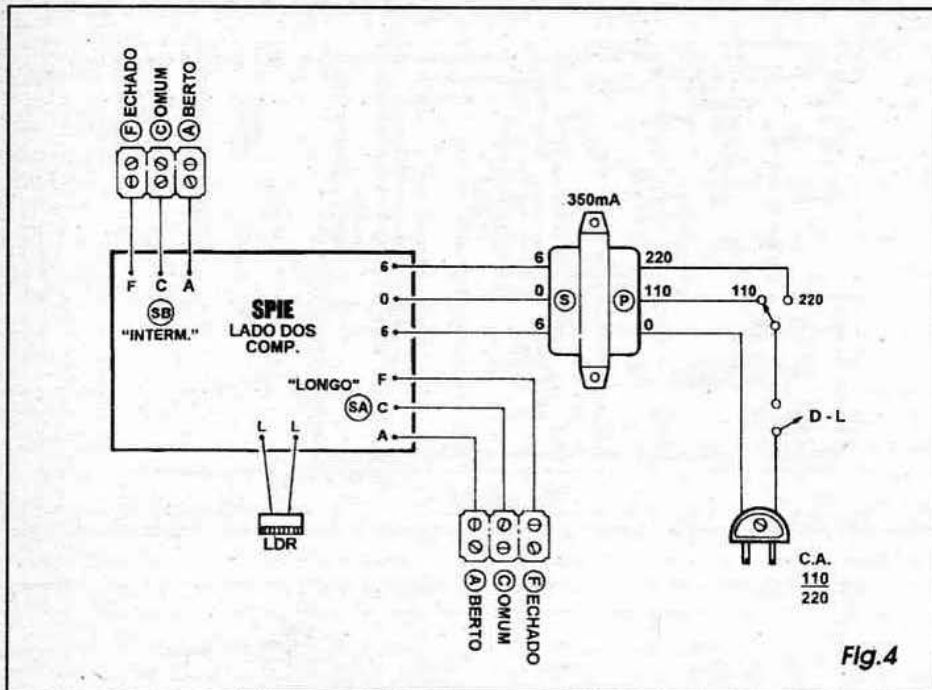
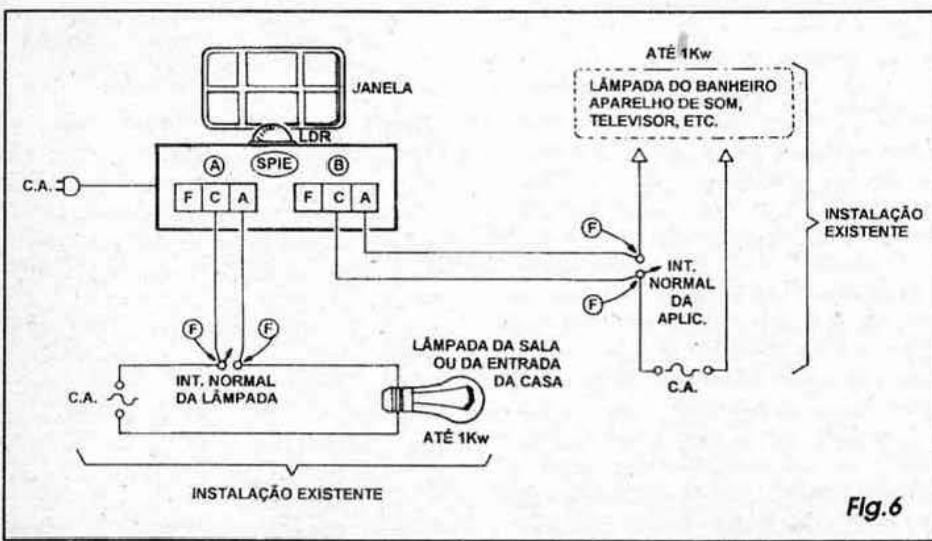

Fig.4
Fig.6
- FIG. 4 - CONEXÕES EXTERNAS À PLACA - Ainda vista pelo seu lado dos componentes, a placa agora traz as indicações claras de suas ligações externas, feitas *do impresso para fora*... Observar os pontos L-L para ligação dos terminais (não polarizados) do LDR, lembrando que - dependendo da instalação/acomodação pretendida - este foto-sensor *pode* ficar afastado do impresso, ligado aos respectivos pontos por um par de fios finos isolados... Notar as ligações do trafo à placa (*secundário* aos respectivos pontos 6-0-6) e às chaves e *rabicho*... Finalmente, observar com atenção as conexões das saídas (SA e SB), usando *trincas* de elementos parafusáveis tipo *Sindal*, devidamente
- FIG. 6 - DIAGRAMA DE INSTALAÇÃO BÁSICA ... - O leitor/hobbysta já terá notado que embora a idéia básica seja utilizar apenas os contatos C e NA dois dois relês na função interruptora convencional às cargas controladas, na verdade optamos por disponibilizar, em ambos os relês, todos os seus três contatos operacionais, com o que funções mais complexas, e mesmo inversas (desligar cargas controladas, durante as temporizações ativas do circuito...) poderão também ser implementadas... Contudo, dentro da idéia original, a instalação básica do SPIE deverá obedecer à disposição da figura: o dispositivo poderá ficar junto a uma janela que dê acesso permanente à luminosidade externa, de modo a corretamente identificar o dia e a noite que *correm lá fora*. Também convém que próximo ao local haja uma tomada de C.A., para conexão do rabicho (cabo de força), necessária à alimentação do circuito. Os bornes C-A da saída SA devem ser ligados (por cabos isolados no necessário comprimento) aos terminais do interruptor original da lâmpada da entrada da casa (ou da sala de estar, ou de qualquer cômodo frontal do imóvel...). Já os terminais C-A da saída SB devem ser ligados aos polos do interruptor da lâmpada do banheiro, de um hall de serviço, ou ainda controlar qualquer outro aparelho desejado (conforme sugestões já dadas...), um televisor, um rádio, etc.. Notar que em ambas as aplicações, nenhuma alteração precisará ser feita nas instalações já existentes na casa, facilitando bastante o acoplamento e o controle a serem realizados pelo SPIE... As únicas conexões a fazer são as indicadas pelas setas, codificadas com a letra F... Lembrar que qualquer das cargas controladas pode apresentar uma potência final de até 1 KW (pra mais de metro, portanto...) sem problemas, devido aos parâmetros dos contatos dos relês utilizados...
Na versão básica da instalação, tudo no esquema elétrico original da casa fica como está, com o SPIE controlando aparelhos, lâmpadas já existentes e instaladas... Entretanto, também é possível dotar o SPIE de saídas energizadas, ou seja: de tomadas comuns, às quais poderão ser ligadas diretamente as cargas que se pretenda controlar...! Nesse caso, a disposição das conexões externas à placa, originalmente vistas na FIG. 4, deverão ser substituídas pela configuração ora mostrada... As duas tomadas (A e B) poderão ser posicionadas na traseira da caixa do SPIE, devidamente identificadas... A essas tomadas, então, ligam-se os *rabichos* (cabos de força, com respectivos plugues...) as aplicações eletroeletrônicas a serem comandadas, que assim funcionarão sob *exclusivo* controle do dispositivo (na versão da FIG. 6, estando o SPIE desligado, os interruptores originais das cargas continuarão a funcionar como normalmente, nos respectivos controles...).